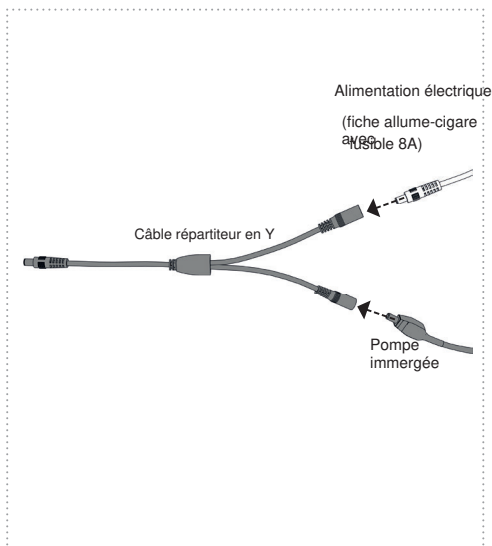

Figure 19
10. Raccordez la pompe immergée et l'alimentation électrique au câble répartiteur en Y (Fig. 19)